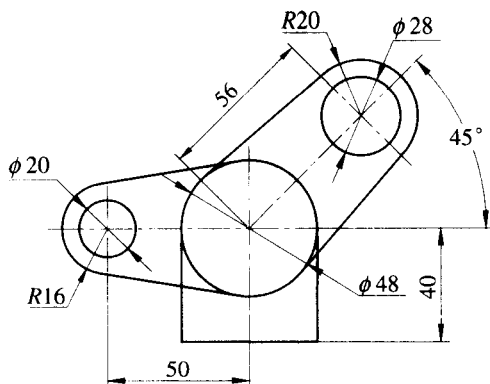
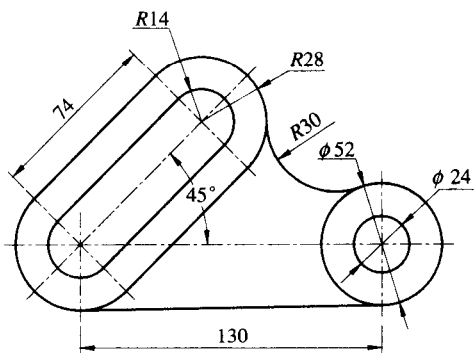

图 3-6 常见结构 1
图 3-7 常见结构 2
【习题 3-6】绘制图 3-6、图 3-7 所示的常见结构。
(1) 图 3-6 所示结构中 $\phi 28$ 的圆的圆心可以通过偏移捕捉方式 From 相对 $\phi 48$ 的圆心确定, 作图过程如下:
(2) 图 3-7 中的 $R30$ 的圆弧无法用 Arc (画弧) 命令完成, 必须使用 Circle 命令的 Ttr (Tan, Tan, Radius) 方式画出整圆, 然后使用 Trim 命令剪去多余圆弧。